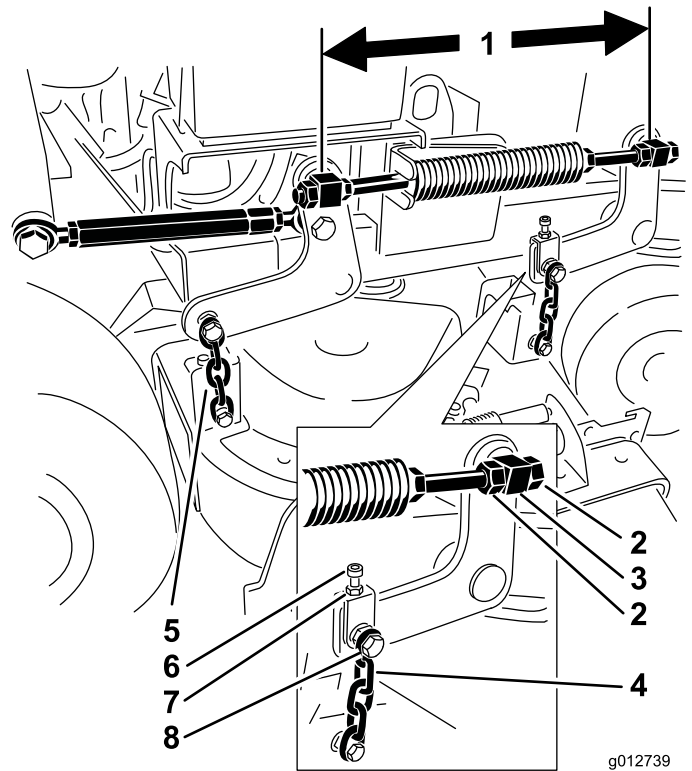

Figure 81
6. Contrôlez la distance entre les centres des pivots (entraxe) sur la tige filetée. Elle doit être de 49,5 cm (19,5 po) pour les tabliers de 36 pouces et de 43,7 cm (17-3/16 po) pour les tabliers de 102 cm (40 po) (Figure 81).
9. Utilisez les écrous de blocage du pivot avant pour régler la longueur entre les pivots avant et arrière de ce côté (Figure 81).
11. Utilisez le boulon de réglage pour égaliser la tension des deux chaînes avant (Figure 81).
5. Desserrez l'écrou du boulon de chaîne supérieur ainsi que l'écrou de blocage du boulon de réglage (Figure 81).
- Utilisez le boulon de réglage pour que la lame soit plus basse de 6 à 10 mm (1/4 à 3/8 po) à l'avant au point **A** qu'à l'arrière au point **B** (Figure 81).